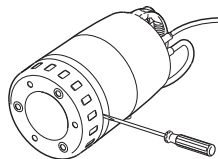

Рис. 9 Демонтаж приемного фильтра
- 3. Вставить отвертку в выточку между корпусом насоса и впускным сетчатым фильтром и повернуть ее, смотрите рис. 9.
- 2. Вставить отвертку в выточку между корпусом насоса и впускным сетчатым фильтром и повернуть ее, смотрите рис. 9.